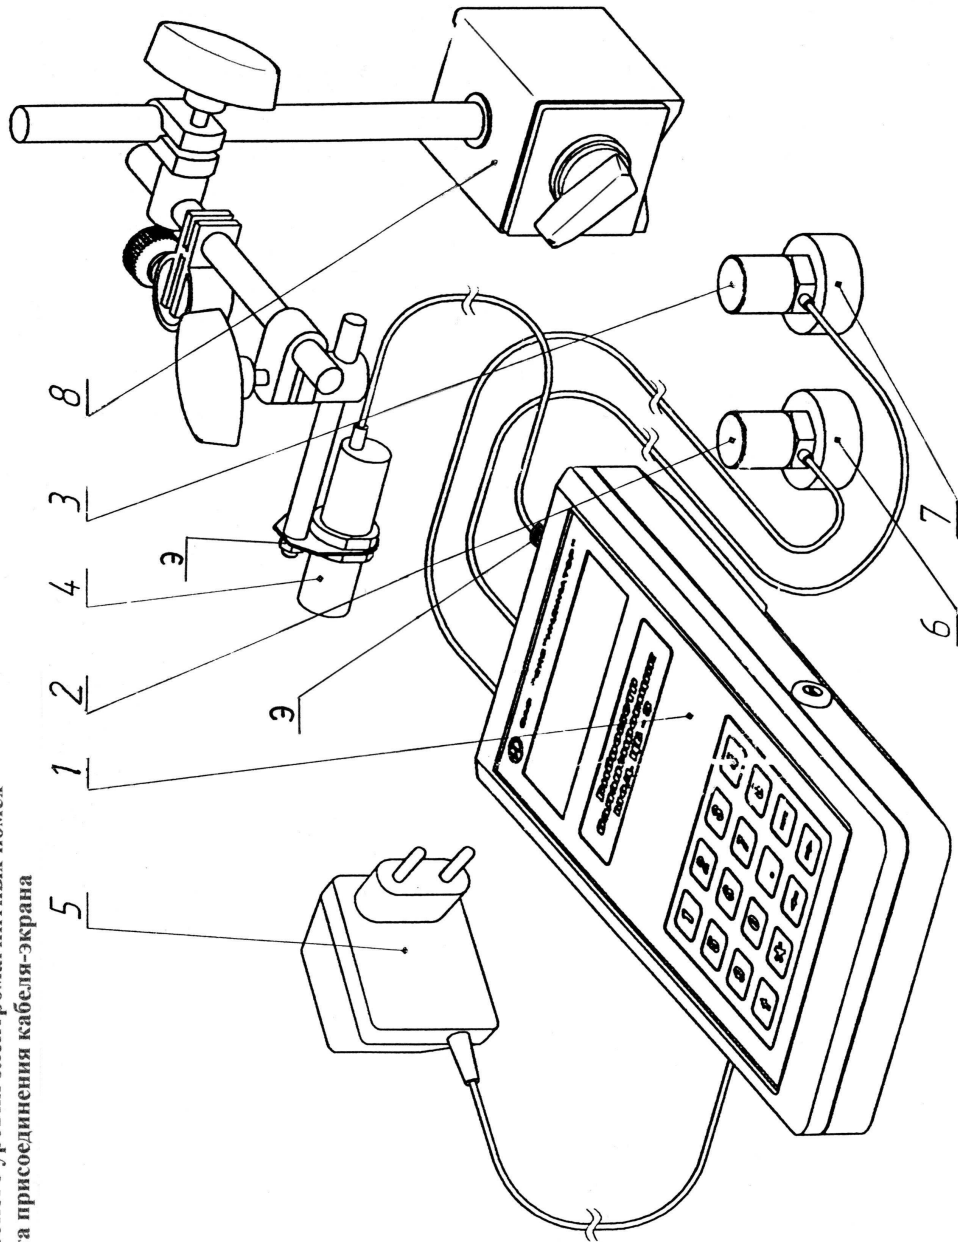

Рис. 4.1. Общий вид прибора мод. ЦБ-3 и его комплектующих принадлежностей
**4.1.** Общий вид прибора и его комплектующих принадлежностей представлен на рис. 4.1 и 4.2.